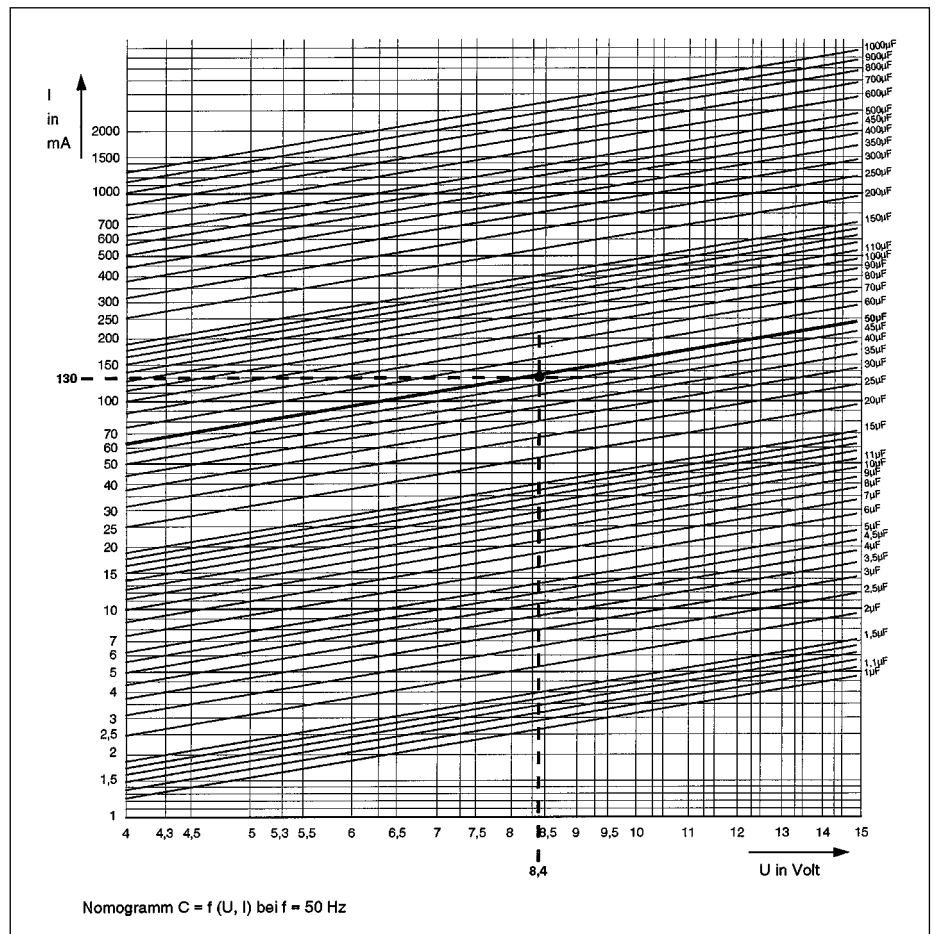

Abb. 5 Nomogramm von Kondensatoren bei 50 Hz.
- Kapazität aus dem Nomogramm (Abb. 5) ermitteln.
Im Nomogramm (Abb. 5) liest man den Wert 50 µF ab (gestrichelte Linie).